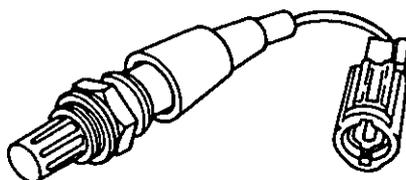

FIG. 5.3 SENSOR DE OXÍGENO.
**Sensor de oxígeno (Fig. 5.3).**- Este sensor localizado al paso de los gases de escape, generalmente en el múltiple de escape, permite al ECU modificar la mezcla y así controlar las emisiones. El sensor mide constantemente la cantidad de oxígeno no quemado y con ese dato el ECU puede enriquecer o empobrecer la mezcla para un adecuado control de emisiones. El sensor opera sólo cuando ha sido calentado por el escape, por eso algunos sensores incluyen un calentador eléctrico que opera cuando se enciende el motor frío, y poder funcionar de inmediato de forma normal; este tipo de sensor de oxígeno tiene tres alambres conectores. El sensor sin calentador tiene solo dos.